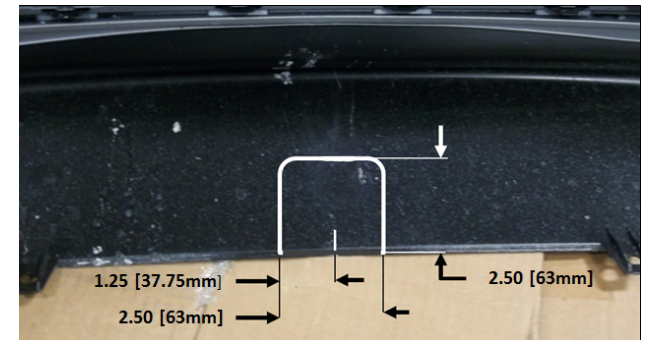

Figure 3
9. Découpe du carénage : Se servir de la ligne de centre marquée à l'étape 1 pour la découpe de 2,50 x 2,50. Utiliser la perceuse pour former le rayon. Voir la Figure 3.